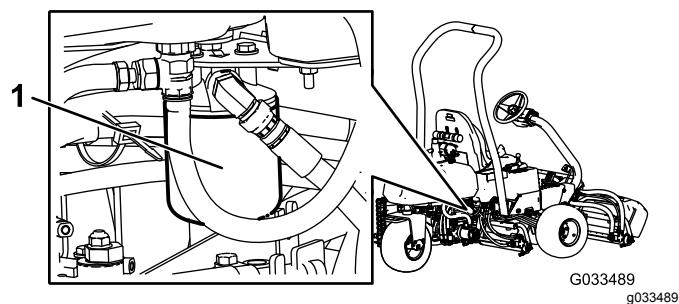

Figure 51
3. Répétez les opérations 1 et 2 pour le filtre hydraulique droit (Figure 51).